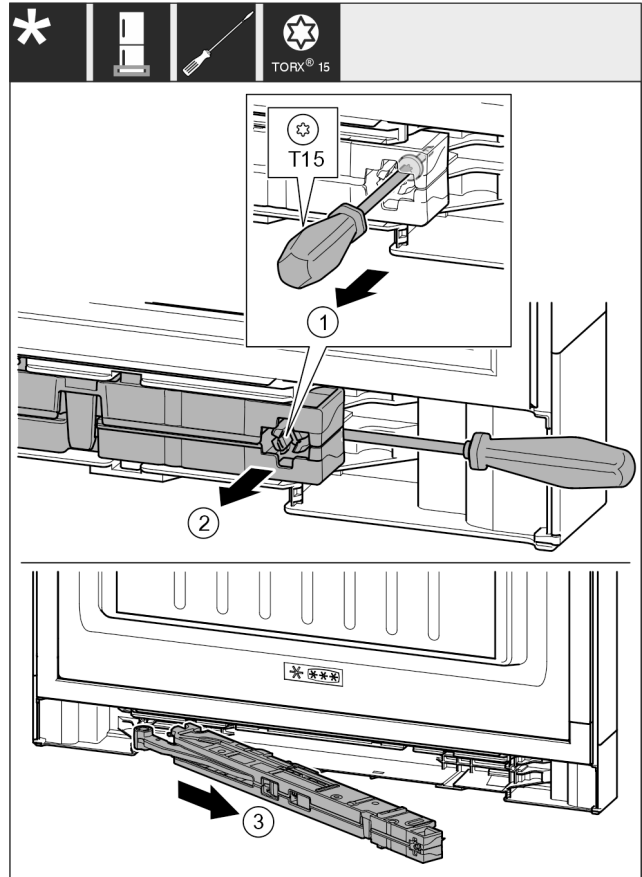

Fig. 17
- ▶ Lironi rreth 14 mm vidën në njësinë e amortizatorit të mbylljes me një kaçavidë T15. Fig. 17 (1)
- ▶ Futni kaçavidë nga prapa njësisë së amortizatorit të mbylljes në anën e dorës. Shtyjeni njësinë nga përpara. Fig. 17 (2)
- ▶ Tërhiqni jashtë njësinë. Fig. 17 (3)